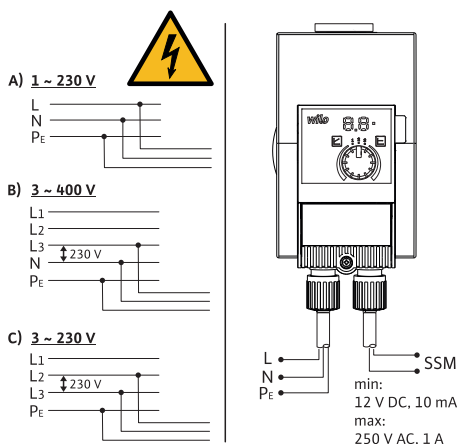

Fig. 3: Csatlakoztatási lehetőségek
- 230 V kisfeszültségű hálózatra csatlakoztassa. IT-hálózatra (Isolé Terre hálózati típus) történő csatlakoztatás esetén feltétlenül győződjön meg róla, hogy a fázisok (L1–L2, L2–L3, L3–L1 → Fig. 3) közti feszültség ne haladja meg a 230 V értéket.